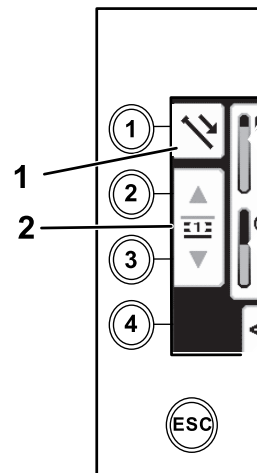

Рисунок 32
1. Нажмите кнопку 1 для выбора опции проталкивания трубы (Рисунок 32).
2. Нажмите кнопки 2 и 3 для выбора ряда, откуда вы хотите взять трубу (Рисунок 32).